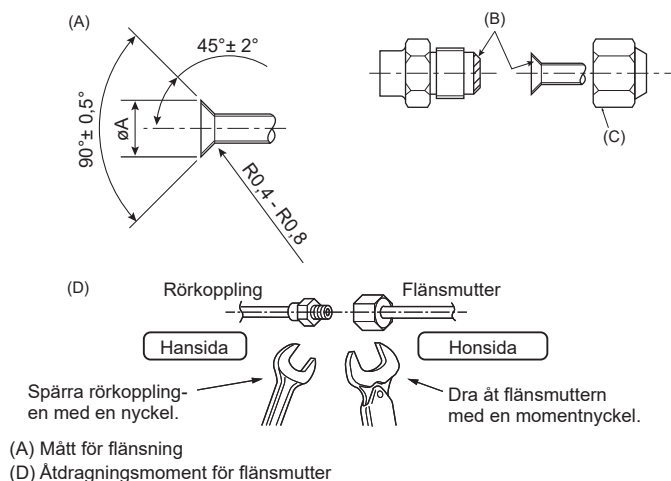

Fig. 4-1
(A) (Fig. 4-1)
(D) (Fig. 4-1)
4.2. Anslutningsrör (Fig. 4-1)
- Stryk på ett tunt lager av frysmaskinolja på röret och fogens tätningssyta innan den flänsade muttern dras åt. (A)
- Använd 2 skruvnycklar för att dra åt röranslutningarna. (D)
- Sätt på köldmedelsolja på flänsens hela yta. (B)
- Använd flänsmuttrar för följande rörstorlek. (C)